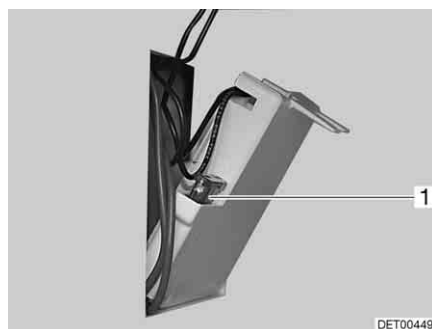

Bild 124 Sicherung der Thetford-Toilette
- Die Sicherung (Bild 124,1) wechseln.